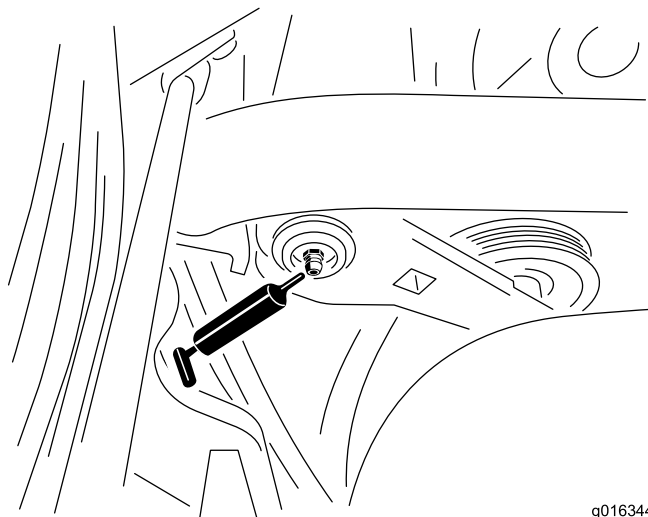

図 36
1. 異物を入れてしまわないよう、グリスニップルをきれいに拭く 図 36。